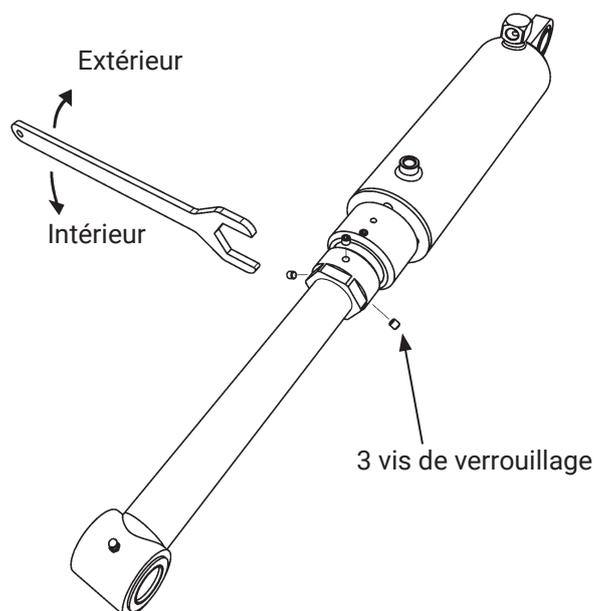

Figure 40. Réglage de l'angle d'inclinaison
5. Desserrer les trois vis de blocage du second vérin d'inclinaison. Figure 40.
6. Tourner le manchon de réglage de sorte que le cylindre d'inclinaison s'adapte contre la fixation sur la plate-forme. Voir Figure 40.